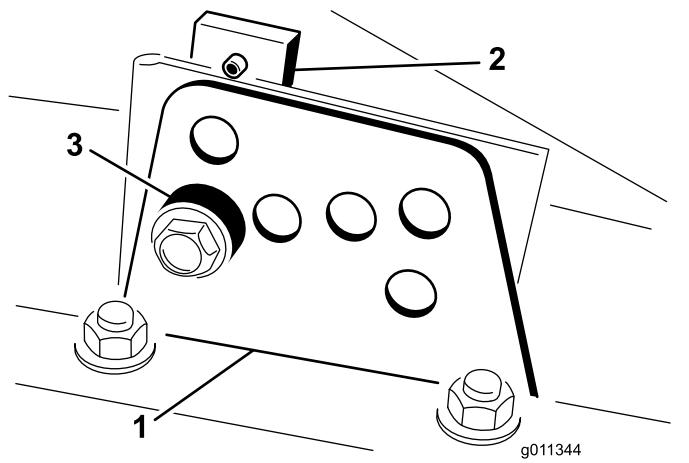

図 21
4. チェンバを支えておきながらスペーサを取り外す図 21。
2. 図 21 のように、各刈り高ブラケットを刈り高プレート前と右と左に固定しているボルトをゆるめる。